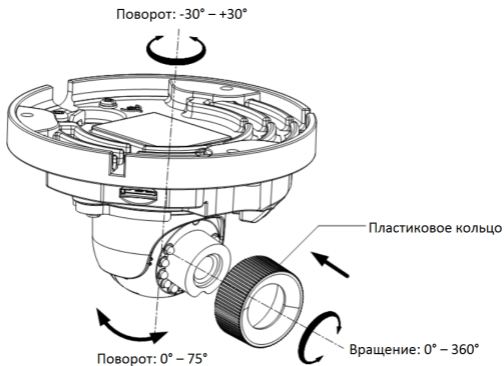

Рисунок 2-5 Настройка угла наблюдения
4. Произведите настройку угла наблюдения (рисунок 2-5).